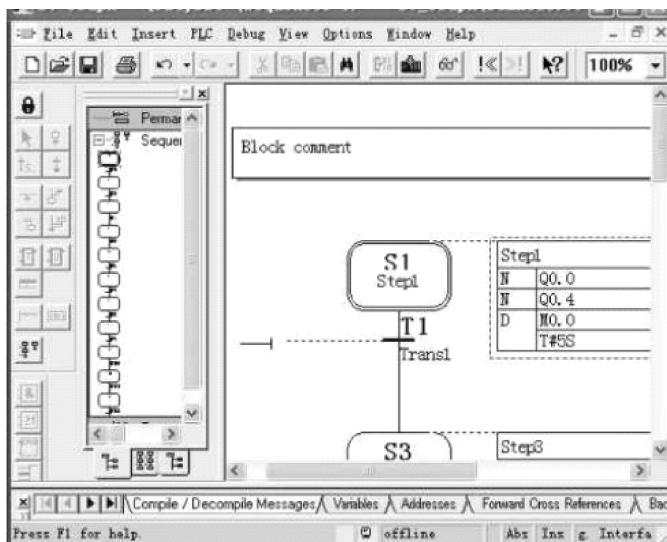

图 6-11 编辑“步”
3) 在动作框里编辑控制动作，每一个动作框包含指令和地址。比如在动作框左边写上指令“N”，在右边写上地址“Q0.0”，表示当该“步”为活动步时Q0.0输出“1”，当该“步”为不活动步时Q0.0输出“0”，如图6-11所示。